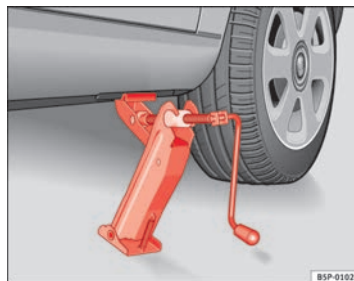

Abb. 158 Wagenheber
- Richten Sie den Wagenheber so aus, dass seine Klauene den Steg des Unterholms umfasst und die bewegliche Grundplatte plan auf dem Boden aufliegt ⇒ Abb. 158.